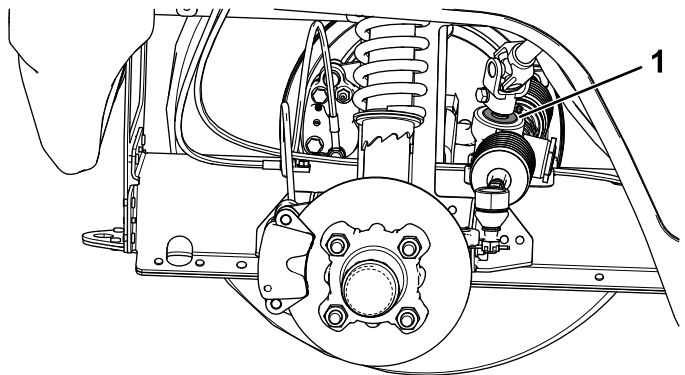

**Figure 80**
**Important:** Vérifier l'état et la fixation du joint de l'arbre de pignon (Figure 80).